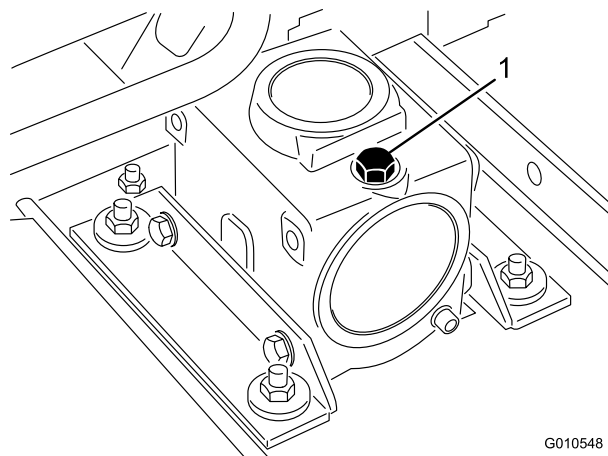

Figura 13
2. Retire la varilla/tapón de llenado de la parte superior de la caja de engranajes (Figura 13) y asegúrese de que el lubricante está entre las marcas de la varilla. Si el nivel de lubricante es bajo, añada suficiente lubricante para que el nivel quede entre las marcas.